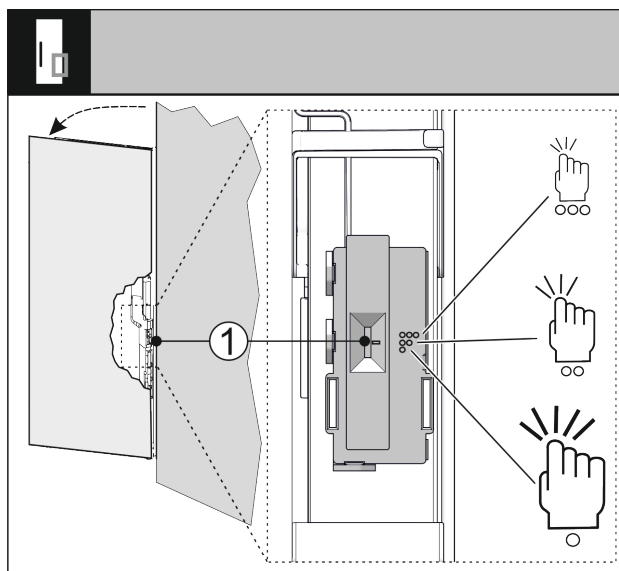

Fig. 71
Citlivost snímače klepání můžete nastavit pomocí spínače Fig. 71 (1). Spínač je na straně závěsu ve spodní třetině dveří.
► Posuňte spínač Fig. 71 (1) do požadované polohy spínače.